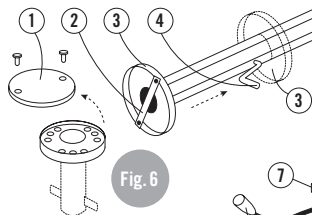
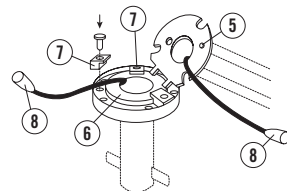

Fig. 6
Fig. 7
- Dévisser le chapeau de la douille à enfoncer (1) (Fig. 6).
- Oter la barrette d'arrêt (2) du pied du mât et pousser l'anneau de serrage (3) jusqu'au-dessus du trou de la manivelle (4). Le caler contre le mât et le bloquer en introduisant la manivelle.
- Oter la vis de sécurité (5), soulever la rondelle à charnière (6) et placer sur la douille à enfoncer (Fig. 7).
- Serrer la rondelle à charnière avec le système d'arrêt de rotation (7) sur la douille de sol. Utiliser les trous taraudés au milieu.
- Pour les parasols avec installation électrique, relier les connecteurs (8). Placer le câble dans la douille.